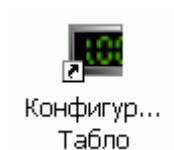

Рисунок 2 - Значок программы на рабочем столе
Во время установки следуйте указаниям программы установки. По умолчанию программа устанавливается в папку: «C:\Program Files\Конфигуратор Табло\». По окончании установки программа создаст значок запуска программы на рабочем столе (рисунок 2).
- запустить, кликнув по значку программы на рабочем столе (рисунок 2)